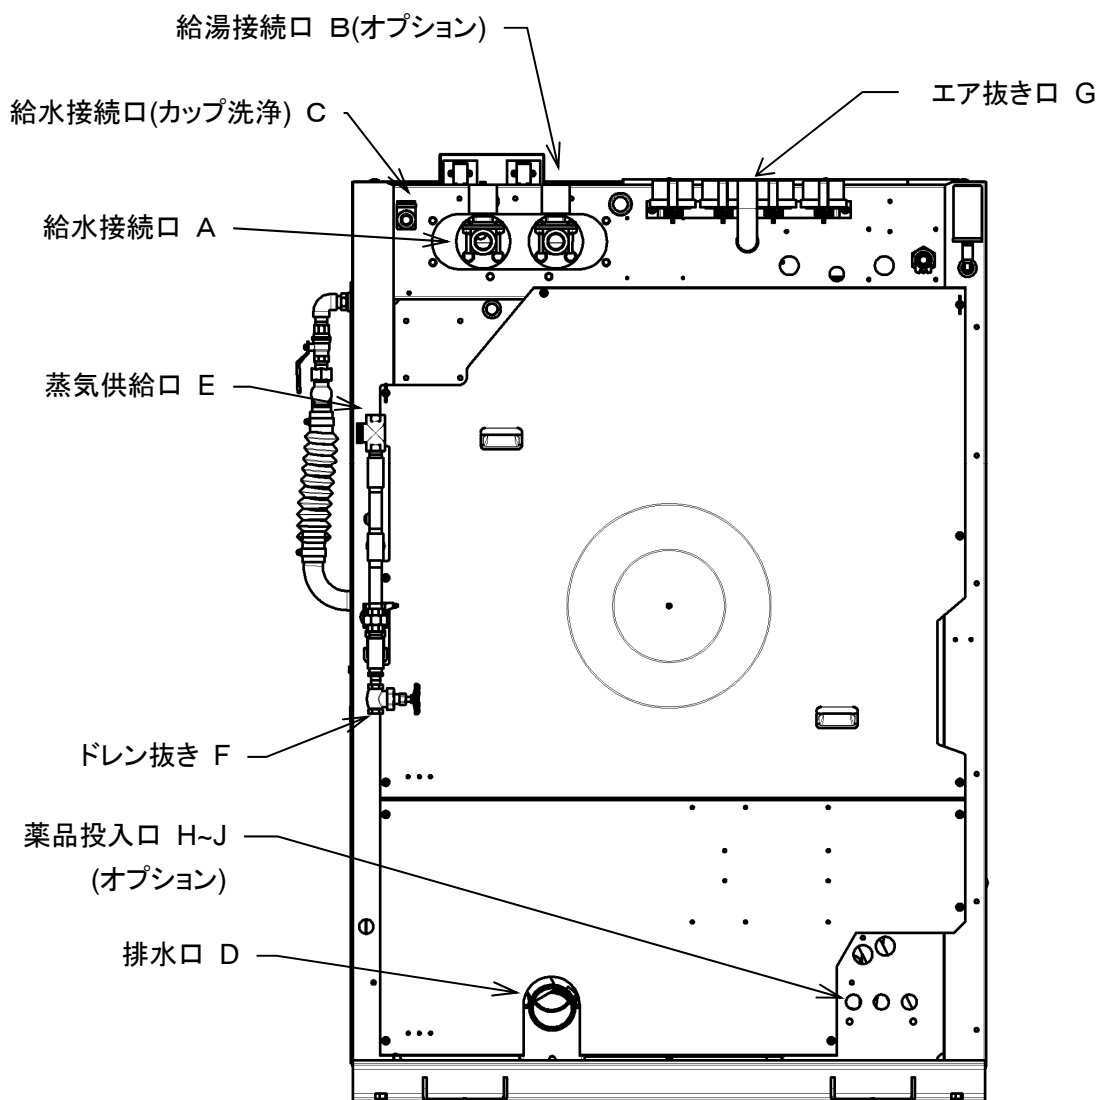

図5-1
- ・ 給水接続口Aに配管を接続します。(図5-1)
- ・ 給湯接続口Bに配管を接続します。(図5-1)
- ・ 給水接続口Cに配管を接続します。(図5-1)
- ・ 排水口 D に配管を接続します。(図5-1)
- ・ 電磁弁のトラブルにより、蒸気が本機後部のエア抜き口 G(図5-1)から放出される可能性があります。エア抜き口 G は塞いだり、向きを変えたりしないでください。
- ・ ドレン抜き F にホースを接続しバルブが開放されても蒸気により、人への傷害、本機への損害を招かない場所に配管すること。(図5-1)
- ・ 電磁弁のトラブルにより、蒸気が本機後部のエア抜き口 G(図5-1)から放出される可能性があります。トラブル発生時は速やかに蒸気本管と本機の間に取り付けられた手動オン／オフバルブを閉じ運転を停止してください。また、エア抜き口 G は塞いだり、向きを変えたりしないこと。